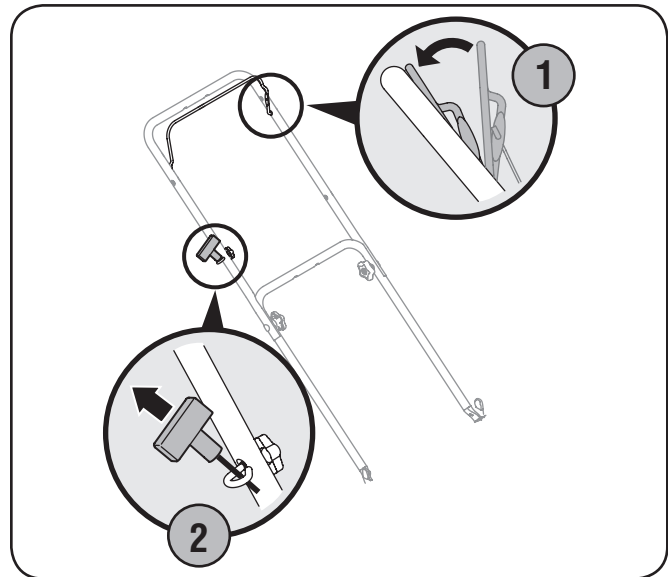

Figura 5-1
1. Colóquese detrás de la podadora, apriete la manija de control de la cuchilla y sosténgala contra la manija superior. Vea la Figura 5-1.
2. Sostenga firmemente las dos manijas juntas, tome la manija del arrancador de retroceso y tire de la cuerda para sacarla con un movimiento rápido y continuo. Vea la Figura 5-1. Mantenga firme la manija del arrancador, deje que la cuerda regrese lentamente al arrancador. Repita hasta que el motor esté en marcha. Deje que la cuerda se enrosque lentamente de regreso.